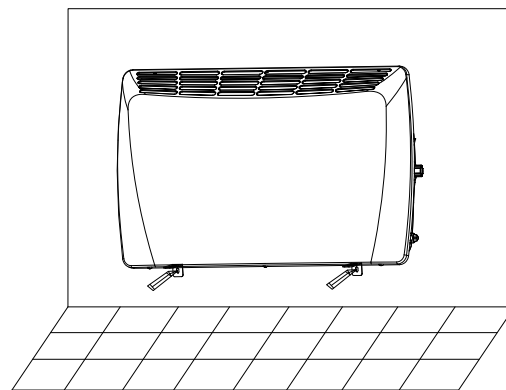

Рис. 7
7. Разместите конвектор на кронштейнах (см. Пункт 5). Поставьте разметку на стене через отверстия крепежей из пункта 6 (рис. 7). Просверлите отверстия (диаметр сверла 6 мм.), вставьте дюбели (не входят в комплект поставки).